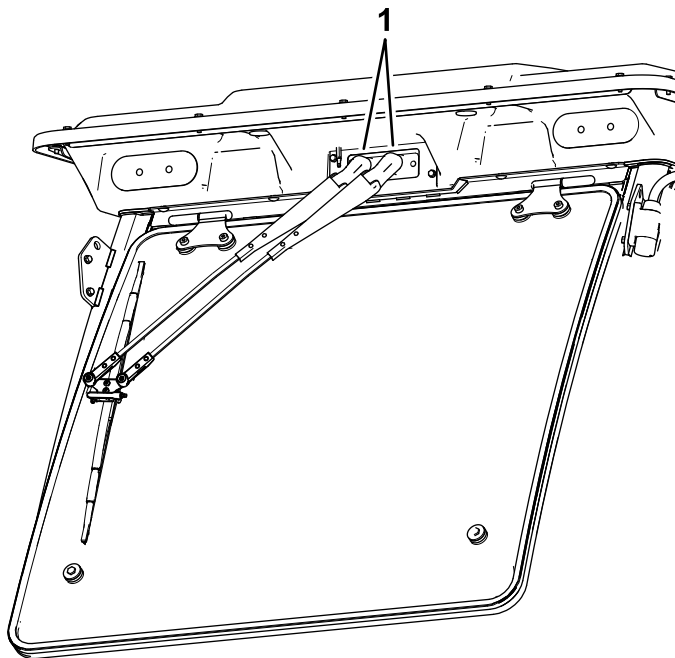

Figure 85
1. Ouvrez les capuchons sur les bras d'essuie-glaces (**Figure 85**).